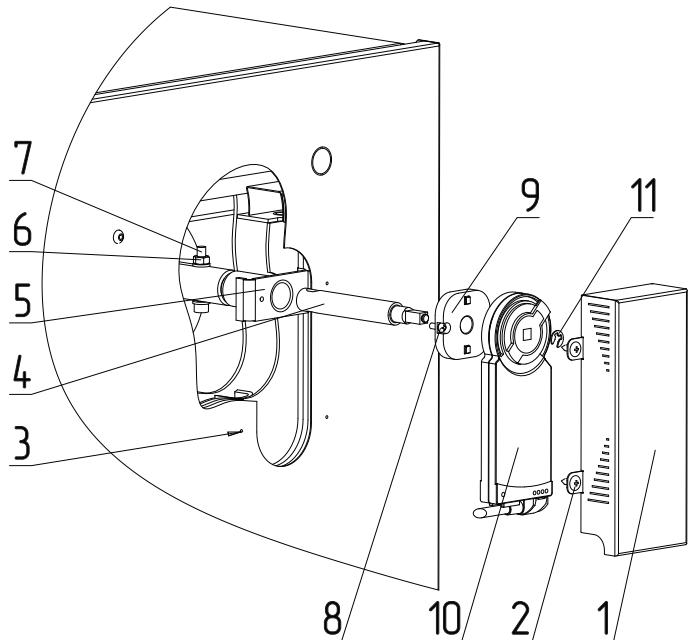

Рис.7 Установка механизма чистки теплообменника
3. Установите кронштейн крепления механизма (**Рис.7, поз.5**);
4. Установите ось прочистного механизма (**Рис.7, поз.4**);
5. Зафиксируйте ось болтом M6 (**Рис.7, поз.7**) и гайкой (**Рис.7, поз.6**);
6. Установите на ось основание механизма (**Рис.7, поз.9**);
7. Зафиксируйте основание винтами (**Рис.7, поз.8**) на кронштейне крепления механизма (**Рис.7, поз.5**);
8. Установите механизм (**Рис.7, поз.10**);
9. Зафиксируйте механизм быстросъёмным кольцом (**Рис.7, поз.11**);
10. Зафиксируйте кожух прочистного механизма (**Рис.7, поз.1**) саморезами (**Рис.7, поз.2**).